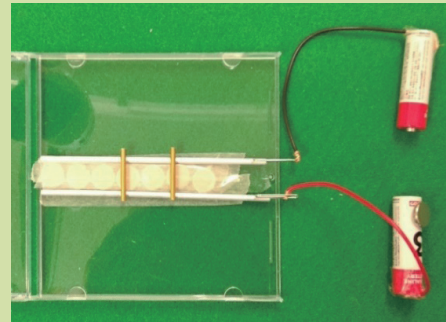

図6 レールに2本のバーを乗せた様子
④ レールの上に、リニアモーターカーの車輪にみたてたバーを2本乗せる【図6】。